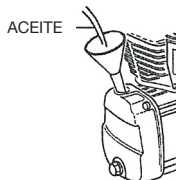

FIGURA 9
- Reponga el aceite a través del orificio de alojamiento de la varilla de nivel de aceite **15** (Figura 9), que se encuentra en la parte frontal del cárter;